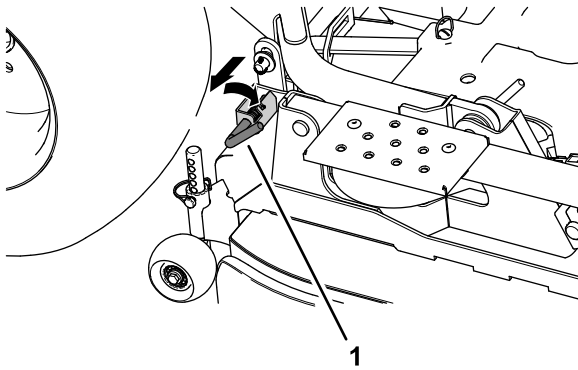

Bild 113
3. Ziehen Sie an den hinteren Steckstifte und drehen sie an beiden Seiten des Mähwerks, bevor Sie das Mähwerk absenken (**Bild 113**).
13. Drehen Sie die hinteren Steckstifte, um die hinteren Hublenker des Mähwerks zu aktivieren, siehe Bild 113 in Entfernen des Mähwerks \(Seite 82\).